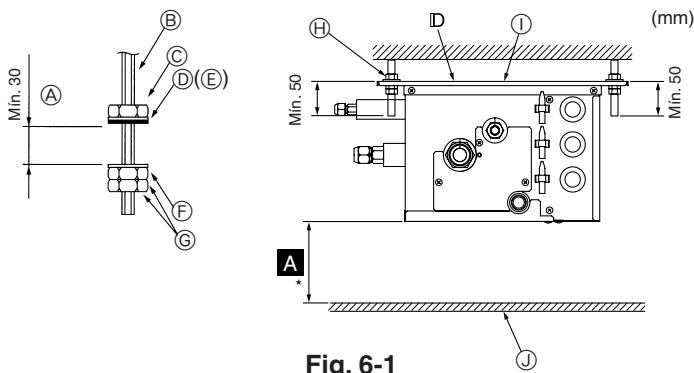

Fig. 6-1
- (2) Fije las arandelas y tuercas (①, ②, adquiridas localmente) a los pernos de suspensión. (Fig. 6-1)
- (3) Cuelgue la unidad de los pernos de suspensión.
- (4) Apriete completamente las tuercas (compruebe la altura del techo).
- (5) Utilice un nivel para alinear la caja de derivación horizontalmente.
- Ⓓ Arandela (con cojinete) ①
- Ⓕ Arandela (sin cojinete) ②